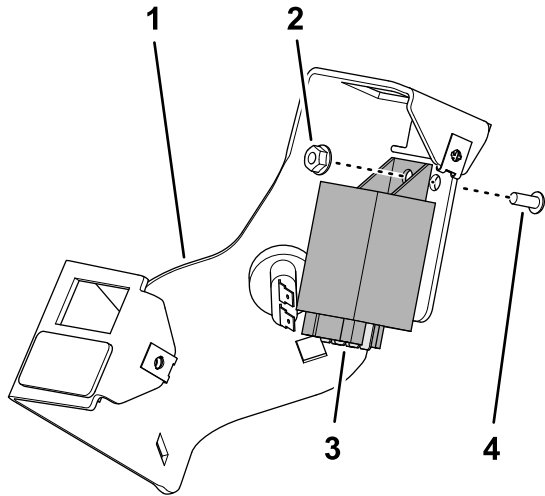

Figura 6
- Si la máquina dispone del kit opcional de luces para la UE, monte el módulo de intermitencia (parte del kit opcional de luces para la UE o del kit opcional de claxon) en el soporte de la columna (Figura 6) con el tornillo (N.º 10-24 x 1/2") y la tuerca con arandela prensada (N.º 10-24), y apriete el tornillo y la contratuerca a entre 419 y 513 N·cm.